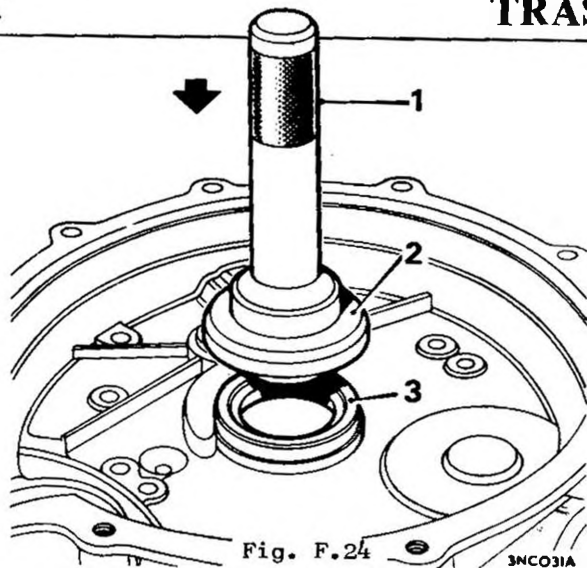

Fig. F.24
48. Introdurre nella scatola del volante un nuovo paraolio per l'ingranaggio primario, usando gli attrezzi 18G 134 e 18G 134BC. Ved. la Fig. F.24.